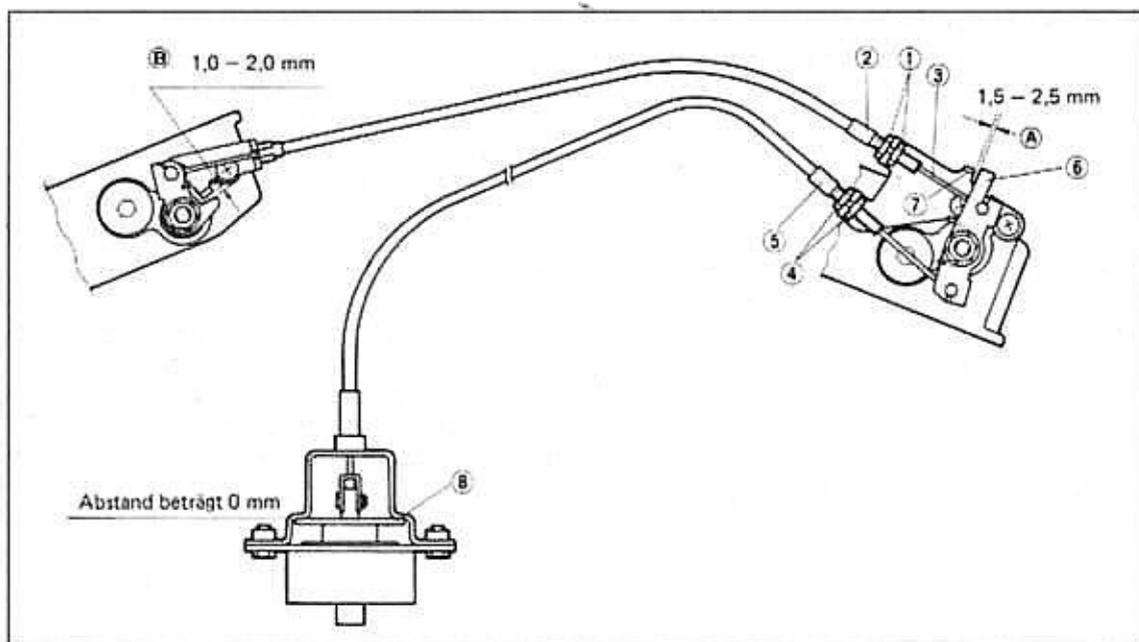

Bild 37
● Gegenmuttern ① Bild 37 lockern und Seilzugwiderlager ② soweit aus- oder eindrehen, dass Seilzug ③ genug Spiel hat.